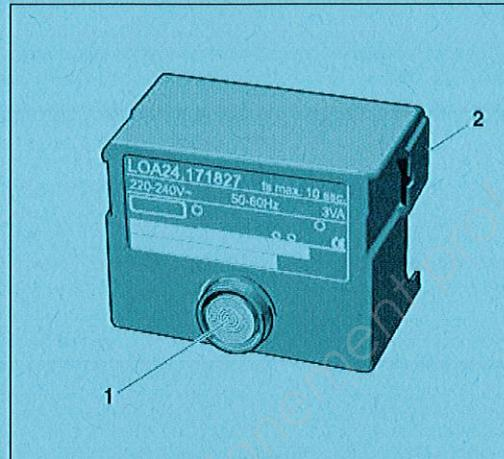

Fig. 7 Coffret de contrôle de combustion fioul LOA
En cas de panne, vous pouvez appuyer sur le bouton de réarmement (fig. 7, pos. 1) du coffret de contrôle de combustion (voir chapitre 6.2 "Élimination des défauts du coffret de contrôle de combustion au fioul", page 15).